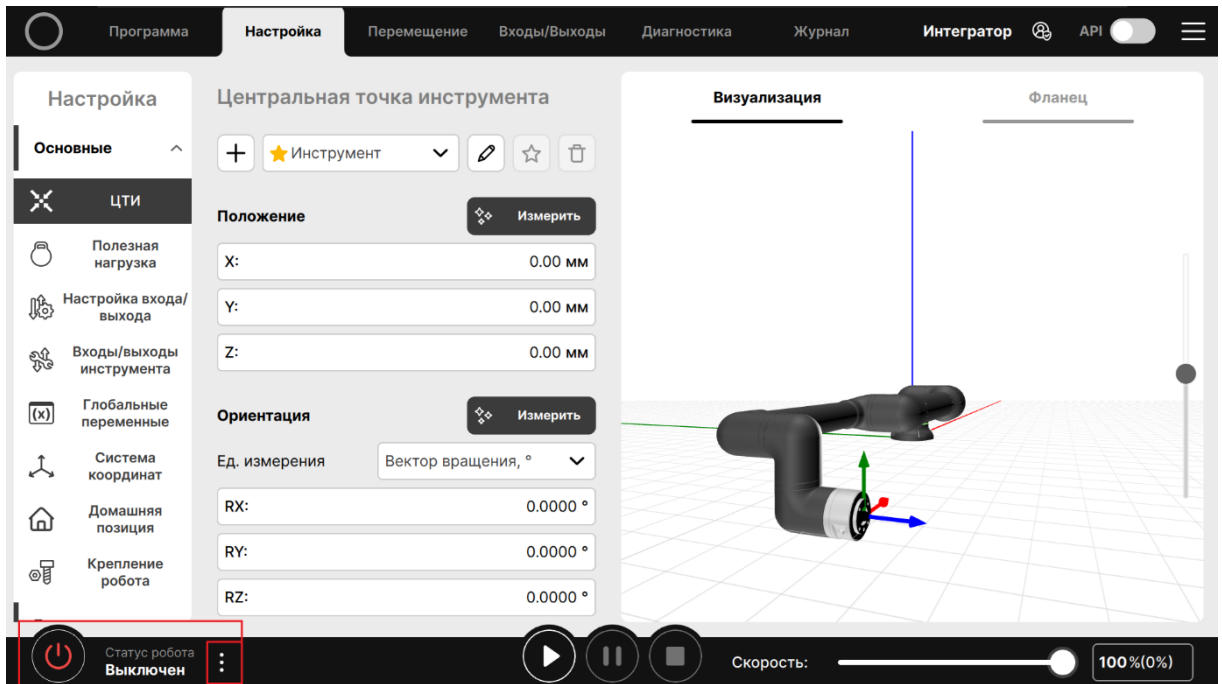
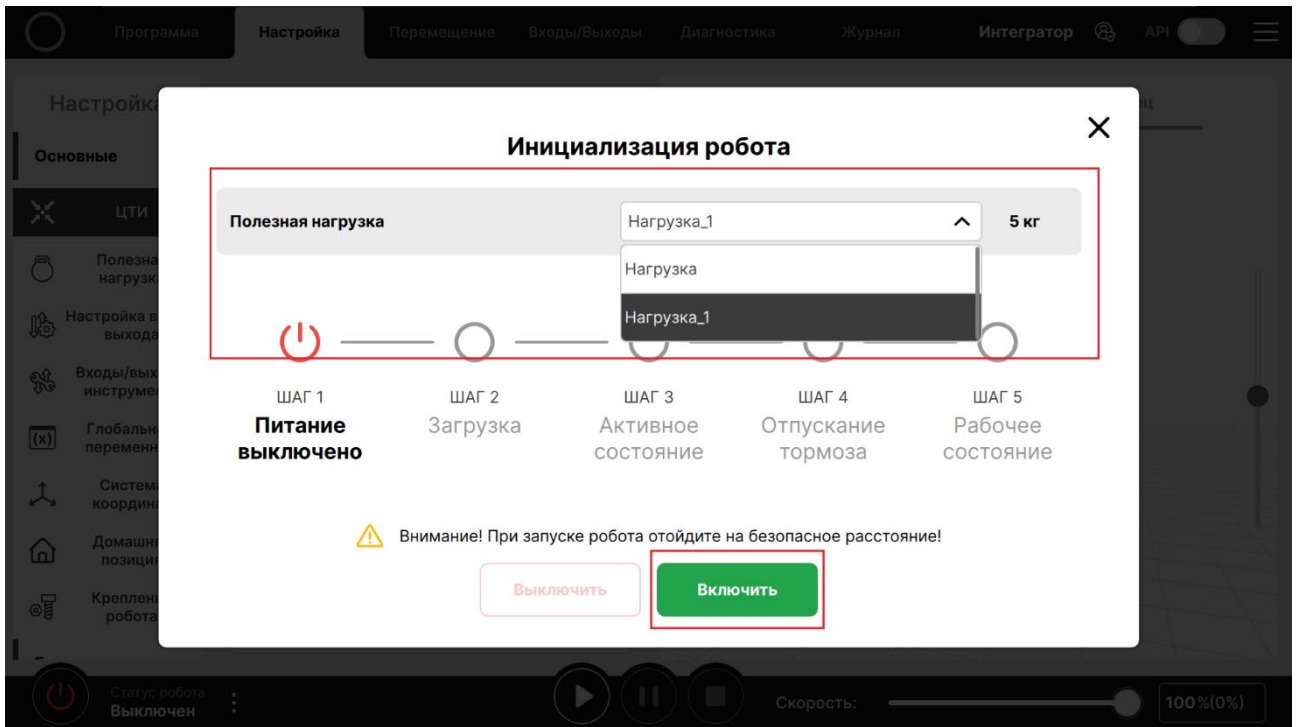
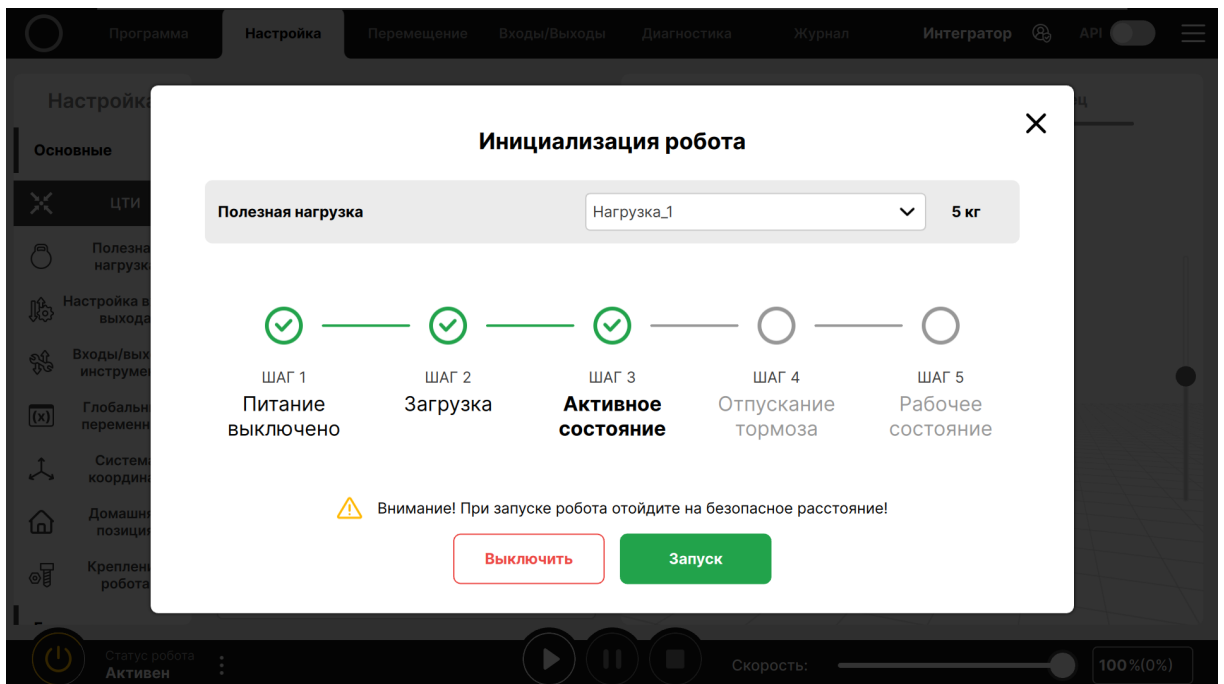
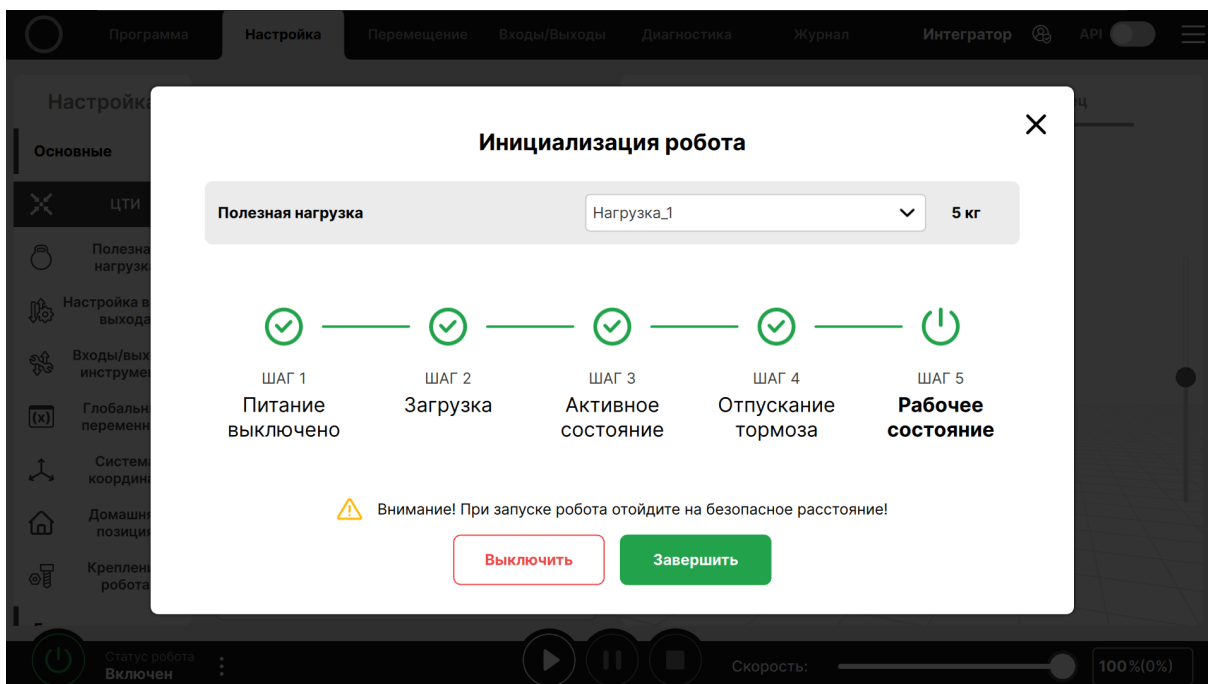

Рисунок 41 — Переход в меню запуска робота
Рисунок 42 — Выбор корректной нагрузки перед запуском
Рисунок 43 – Активное состояние
Рисунок 44 – Рабочее состояние
2. **Включение робота.** Тремя точками внизу экрана указана кнопка перехода в меню инициализации (Рисунок 41), перейти в это меню и выбрать ранее сконфигурированную полезную нагрузку (Рисунок 42). Для перехода в активное состояние нажать кнопку «Включить» (Рисунок 43). При отсутствии ошибок активное состояние будет запущено. Далее переводим систему в рабочее состояние нажав кнопку «Запуск» (Рисунок 44). Робот будет переведен в режим сервоудержания, вы услышите щелчки, характеризующие деактивацию электромеханических тормозов. Отсутствие ошибок в журнале сообщений означает успешный переход в активное состояние.